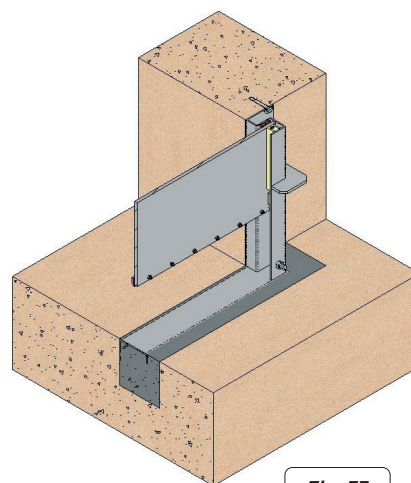

Fig. 33
- Pour monter la vanne avec le radier embouti dans le béton (fig. 33), il faut que le génie civil prévoise une mortaise dans le sol (fig. 28 et 29). Nous situerons la vanne dans la mortaise et la placerons en fonction de l'orifice du mur, en assurant que le radier de la vanne reste au ras du génie civil. De cette façon, il n'y aura aucun bossage dans le radier, ce qui permettra un passage total et continu. En maintenant la vanne sur cette position, nous réaliserons les perçages nécessaires pour les profils latéraux et le supérieur, en utilisant les trous du corps de la vanne comme guide. Nous retirerons la vanne et appliquerons une pâte de scellage du type SIKAFLEX-11FC ou similaire à son emplacement dans le mur pour éviter les fuites entre le corps et le mur. Nous placerons à nouveau la vanne à son emplacement et visserons avec des ancrages d'expansion ou chimiques, en suivant le procédé habituel, c'est-à-dire avec l'aide d'une règle, en vissant en croisé et sans serrer de trop.